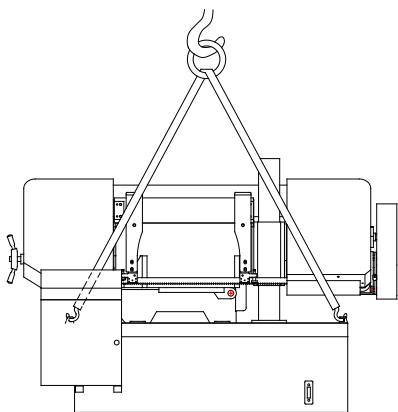

Рис.1
2. Используйте соответствующий инструмент и соблюдайте баланс при перемещении станка, используйте текстильные стропы для подъема станка (Рис.1).